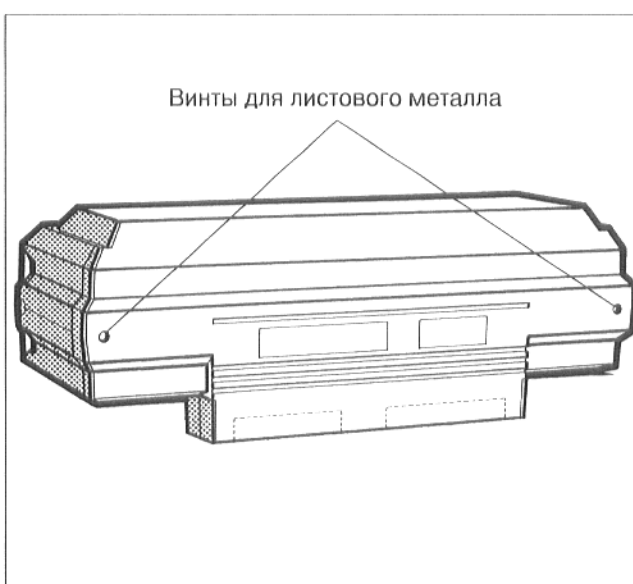

Рис. 47
- Вывинтить два винта защитного колпака зажимов. Снять защитный колпак зажимов в направлении назад, опрокинув его слегка вверх (рис. 47).